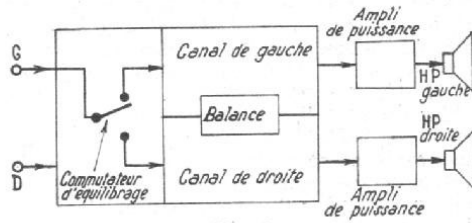

FIG. 7
**Commutateur d'équilibrage :** Grâce à ce commutateur, on peut appliquer le signal G soit à l'entrée du canal G, soit à l'entrée du canal D, comme indiqué par la figure 7. En commutant ce signal alternativement sur un canal et sur l'autre, on égalise plus facilement les niveaux sonores des deux haut-parleurs. Si l'amplificateur est équipé d'un commutateur d'inversion des canaux, un commutateur d'équilibrage est moins nécessaire, car on peut établir la même commutation sur la position « stéréo inverse », à condition de déconnecter la liaison au signal D.